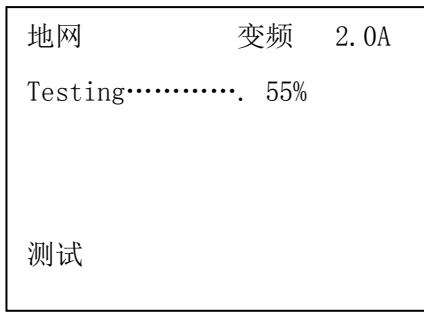
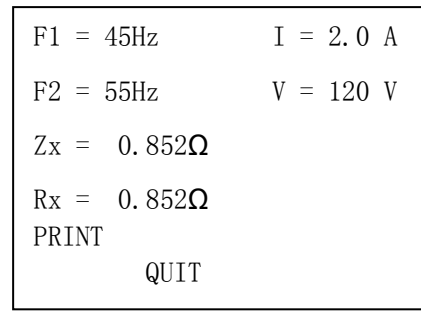

图 6
图 7
4. 测试：打开高压允许开关，当光标在测试项目上时，按**确认**键大约 5 秒钟开始测试。测试过程中显示的画面如图 6（地网，变频）所示，当下面的进程到 100%时候测试完毕，然后显示测量结果见图 7 所示，此时光标指示打印机图标，按确认键打印报告。测量结果的意义如下：
(5) **手动打印**：仪器测试完毕，出现图 7 所示的界面。按 **→** 键可以在“print”，“quit”之间选择。如果选择“print”，按一下“确认”键，就会打印结果。如果选择“quit”，按一下“确认”